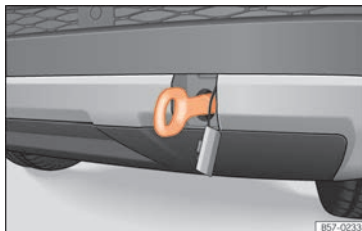

Fig. 104 Du côté droit du pare-chocs arrière : œillet de remorquage vissé
- Vissez l'œillet de remorquage dans le logement en le faisant tourner au maximum **dans le sens inverse des aiguilles d'une montre** »» fig. 104 »» ❶. Utilisez un objet approprié pour visser fermement et entièrement l'œillet de remorquage dans son logement.